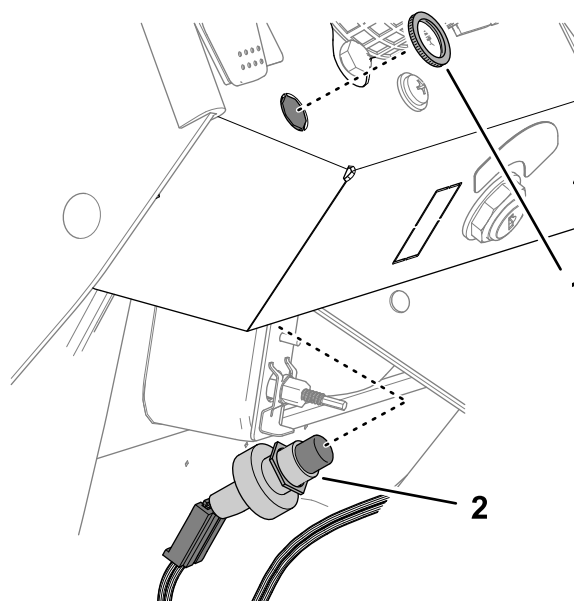

Figure 9
5. Insérez l'interrupteur dans le trou par le bas de la planche de bord (Figure 9).
6. Si nécessaire, ajustez la position du contre-écrou afin d'exposer suffisamment du filetage pour pouvoir installer l'écrou moleté (Figure 9).
7. Fixez l'interrupteur de l'avertisseur sonore sur la planche de bord avec l'écrou moleté (Figure 9).